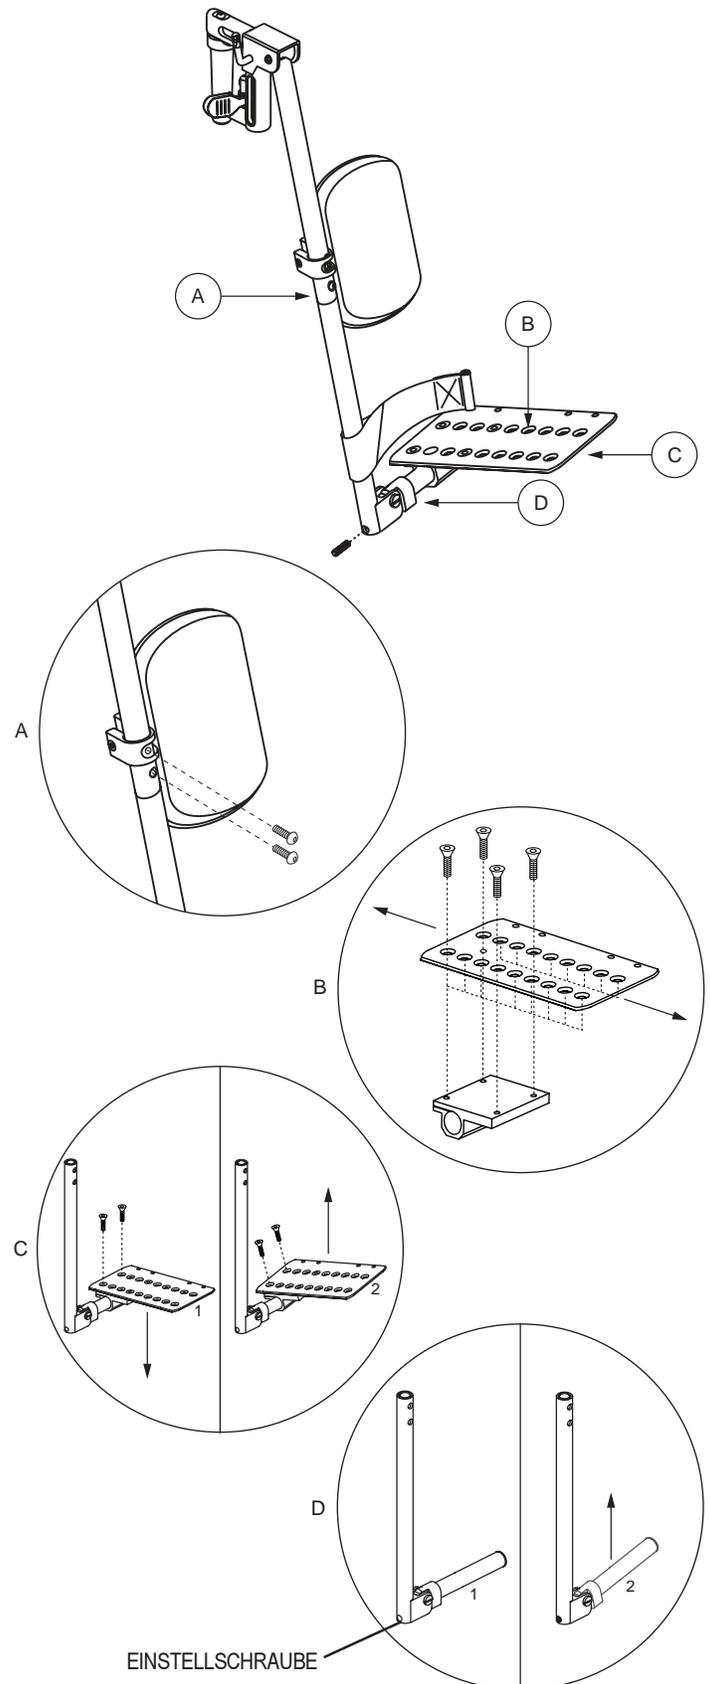

Abbildung 18. Mehrachsen-Fußplatte
Die Mehrachsen-Fußplattengruppe kann sowohl auf einer schwenkbaren Fußstütze als auch auf einer höhenverstellbaren Beinstütze installiert werden. Die Mehrachsen-Fußplatte hat vier Einstellungen: Beinstützenlänge (A), Position (B), Neigung (C) und Winkel (D). Siehe Abbildung 18.